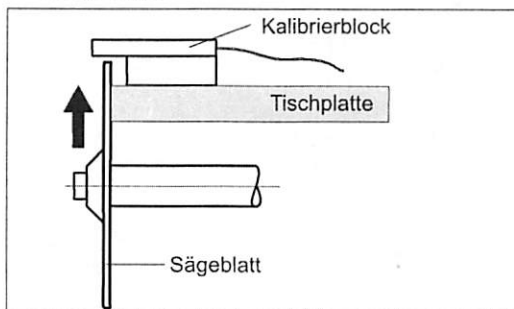

Abbildung 23 Kalibrierblock
- Kalibrierblock auf den Tisch stellen wie in Abbildung 23 gezeigt.